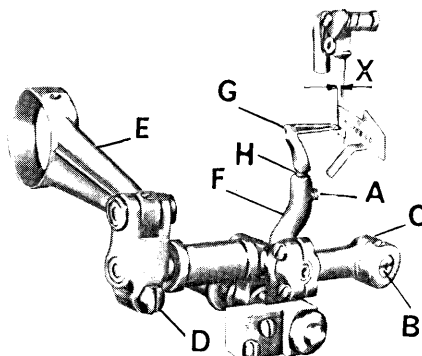

fig. 6
5. Fasatura crochet punto catenella (fig. 6)